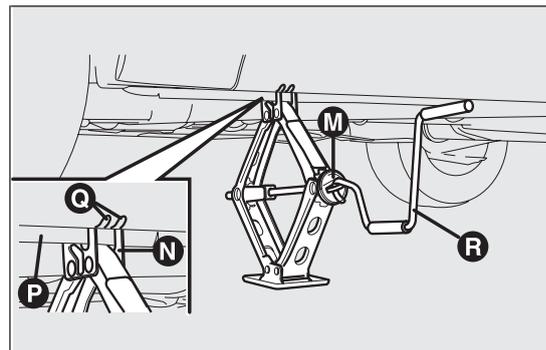

fig. 145
- ❑ accionar el dispositivo M fig. 145, para extender el gato hasta que la ranura N de la parte superior del gato se introduzca correctamente en el perfil inferior P de la carrocería en la indicación Q (aproximadamente 72 cm del centro de la rueda delantera o 75 cm del centro de la rueda trasera);
- introducir la manivela R fig. 145, para permitir el accionamiento del gato y levantar el vehículo, hasta que la rueda se eleve unos centímetros del suelo;
- accionar la manivela R fig. 145 del gato para bajar el vehículo y retirar el gato;